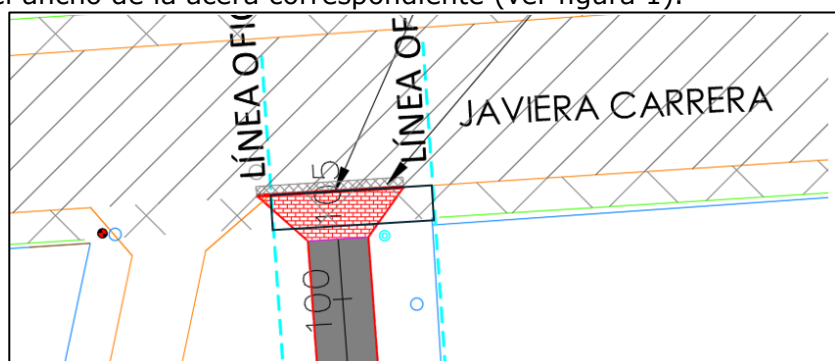

Figura 1
25. La reposición del hormigón de espesor  $e=0.2$  m dado el encuentro calle/pasaje debe realizarse en el ancho de la acera correspondiente (ver figura 1).